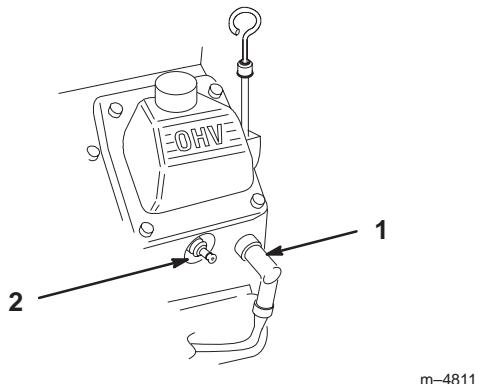

Figure 29
2. Débranchez les fils des bougies (Fig. 29). Nettoyez la surface autour des bougies pour éviter que des impuretés endommagent le moteur en tombant à l'intérieur.
3. Connectez les fils aux bougies (Fig. 29).